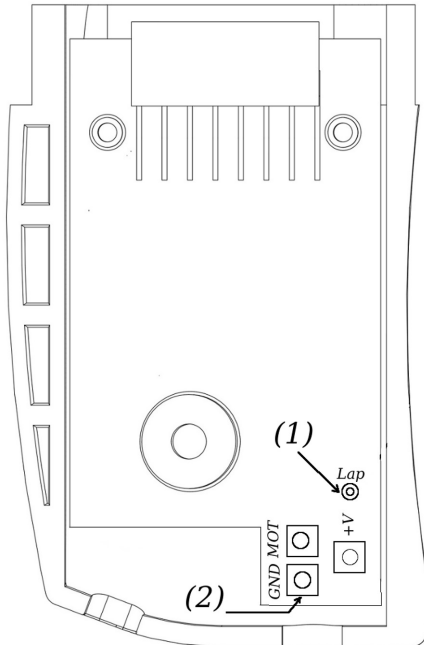
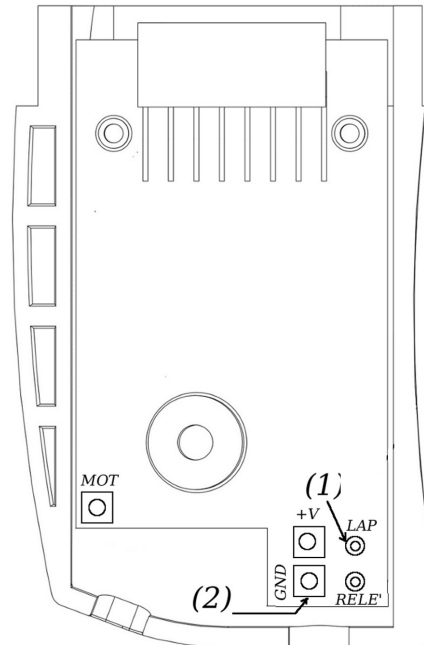

Figura 9: cartucho analógico negativo/positivo
Figura 10: cartucho alta corriente
- insertar el enchufe del cable USB (10) de la *Telemetry Box* en la toma USB del mando SCP-01;
- insertar el enchufe USB del cable “*connection cable*” (12), soldado al cartucho del mando SCP-01 (para las instrucciones leer el punto sucesivo), en la toma USB del cable “*Track to Telemetry cable*” que sale de la *Track Interface*. Si se desea evitar el utilizo del cable “*connection cable*” (12) de la *Telemetry Box*, el usuario puede seguir las instrucciones descritas en el punto (1);
- soldadura “*connection cable*” (12) al cartucho: con referencia a las figuras 9 y 10, el cable negro deberá ser soldado en el punto (2), mientras el rojo en el punto(1). La figura 9 se puede tomar como referencia en el caso que se utilice un cartucho analógico positivo o negativo, y la figura 10 en el caso que se utilice un cartucho de alta corriente. **IMPORTANTE: La soldadura se debe hacer manteniendo el cartucho desconectado de la fuente de alimentación; soldar únicamente sobre los puntos del circuito indicado;**